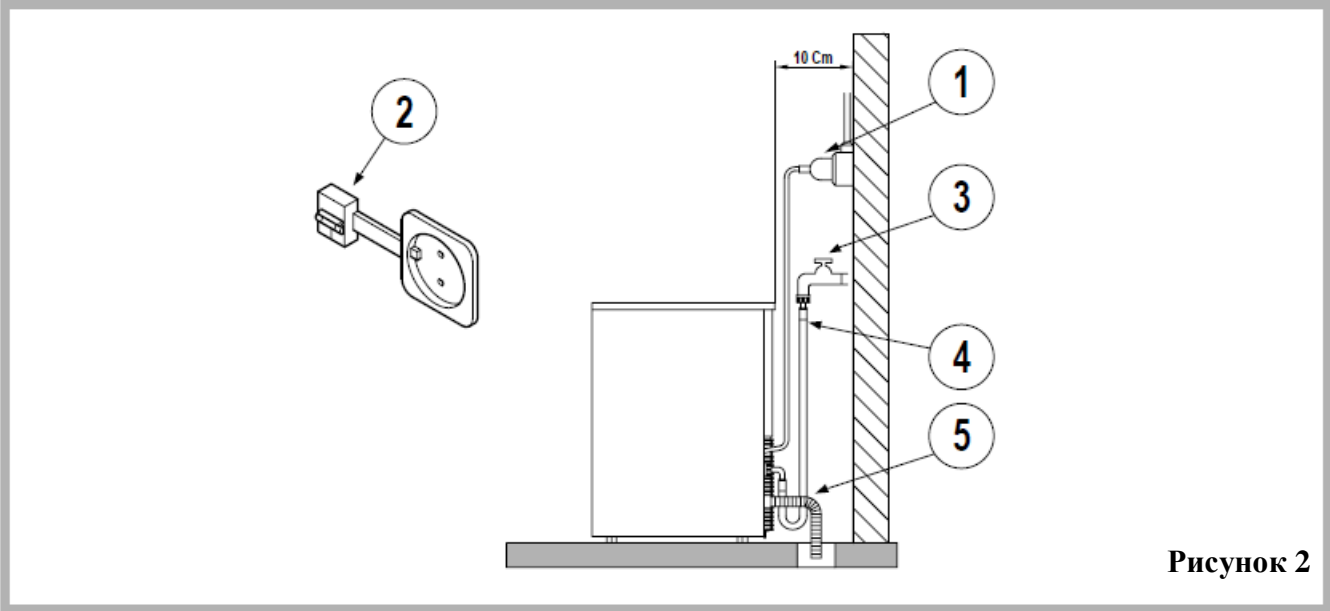

Рисунок 2
ПОДКЛЮЧЕНИЕ К КОММУНИКАЦИЯМ, НЕОБХОДИМЫМ ДЛЯ РАБОТЫ (РИС. 2)
- рубильник установлен до места подключения оборудования к сети (рисунок 2, поз.2) и расстояние между его контактами составляет не менее 3 мм (в соответствии с действующими правилами техники безопасности);
- если необходимо заменить стандартную, идущую в комплекте вилку, то данную операцию должен осуществлять электрик, имеющий разрешение на выполнение такого вида работ (рисунок 2, поз.1);
К электрической вилке (рисунок 2, поз.1) должен иметься постоянный доступ, что может гарантировать ее быстрое изъятие из розетки в случае необходимости.